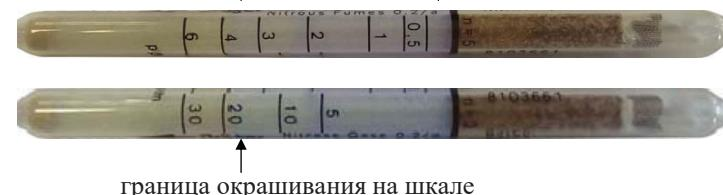

Рис. 13. Индикаторная трубка «Nitrous fumes 0,2/a»
- д) снять показание шкалы на границе окрашивания индикаторного слоя (учитывать всю зону окраски) (рис. 13). Показания шкалы разделить на 2. Сравнить полученное значение с ПДК (см. приложение А).